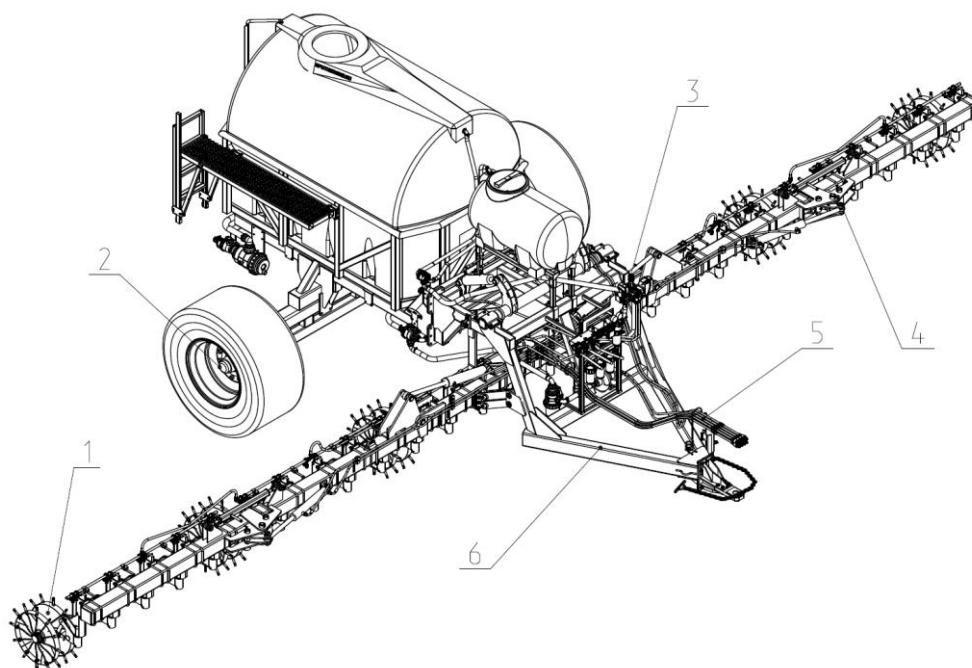

Рис. 1 Инъектор полевой "HARRIER" (ИП-12 "Лунь"). Общий вид.
2.1. Инъектор полевой "HARRIER" (рис. 1 и 1а) состоит из снечи предназначенной для присоединения машины к тяговому устройству трактора, на снече посредством туг закреплен носитель 2 с секциями рабочих органов 6. К снече присоединена тележка в сборе 3. Внесение КАС осуществляется системой внесения 4. Подъем секций рабочих органов из рабочего положения и наоборот обеспечивается гидроцилиндрами соединенных с гидрооборудованием трактора при помощи гидросистемы 5. Снеча инъектора при установке на стоянку опирается на стояночную опору.
Рис. 1а Инъектор полевой "HARRIER" (ИП-12 "Лунь"). В транспортном положении